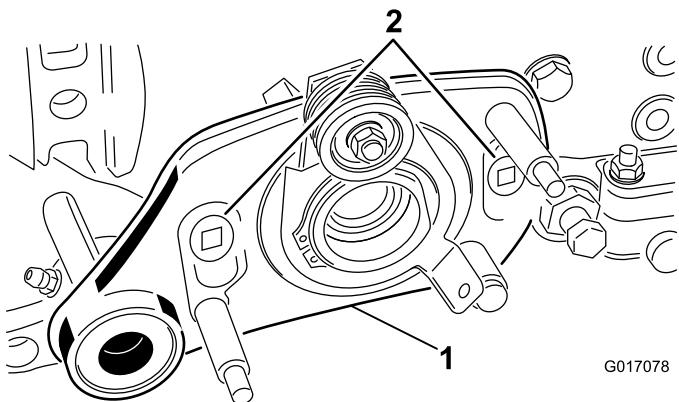

図 33
8. グルーマ駆動アセンブリをサイドプレートのアダプタに固定しているショルダーボルト2本を外す図 33。